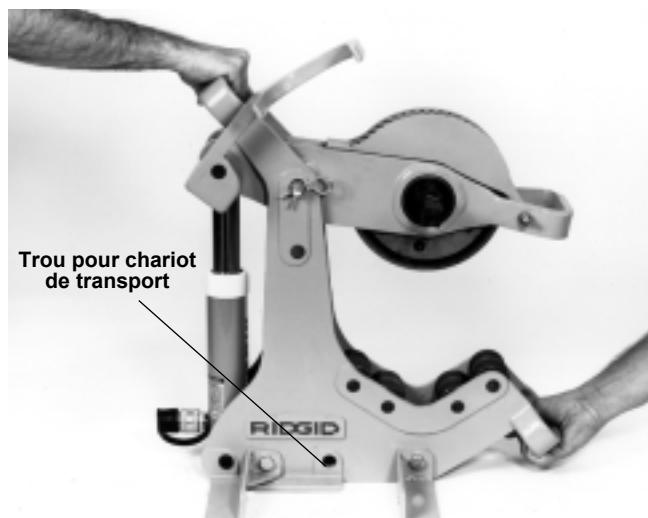

Figure 14 – Poignées de manutention
- Les 258 et 258XL sont équipées de poignées de manutention situées à l'arrière du bâti en partie haute, et à l'avant en partie basse (*Figure 14*). Ne pas tenter de transporter la tronçonneuse par la poignée du bras pivotant, car cela pourrait endommager le cylindre hydraulique.
Un chariot à deux roues est disponible en tant qu'accessoire pour faciliter le transport de l'appareil. Ce chariot est compatible à la fois avec la 258 pour tuyaux de $2\frac{1}{2}$ à 8 po, et la 258XL pour tuyaux de 8 à 12 po (consulter le catalogue pour les modalités de commande). Le chariot s'adapte facilement à l'aide d'un crochet qui sert à arrimer la poignée de manutention supérieure et d'une broche qui s'introduit dans le trou en partie basse du bâti (*Figure 14*).